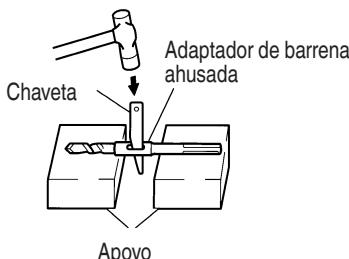

Fig. 15
- (2) Ponga en ON el interruptor de alimentación y perfore un agujero de base.
- (3) Después de eliminar el polvo con una jeringa, fije la clavija en la extremidad del anclaje e introduzca el anclaje con un martillo de mano.
- (4) Para sacar la broca con la barrena ahusada introduzca una chaveta en la ranura del adaptador de barrena ahusada, ponga apoyos debajo del martillo perforador y golpee la chaveta con un martillo de mano. (Fig. 15)